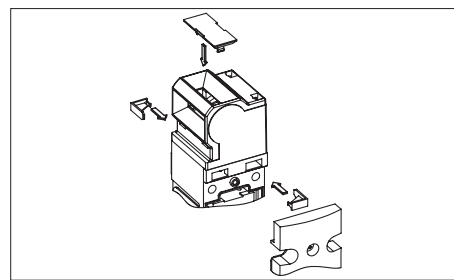

Bild 2: Sicherungskeile einsetzen, Betätigungsschlitz verschließen
3. Optional: Beiliegende Sicherungskeile zum Verdrehschutz einsetzen (siehe Bild 2).
4. Nicht benutzten Betätigungsschlitz mit beiliegender Schlitzabdeckung verschließen (siehe Bild 2).